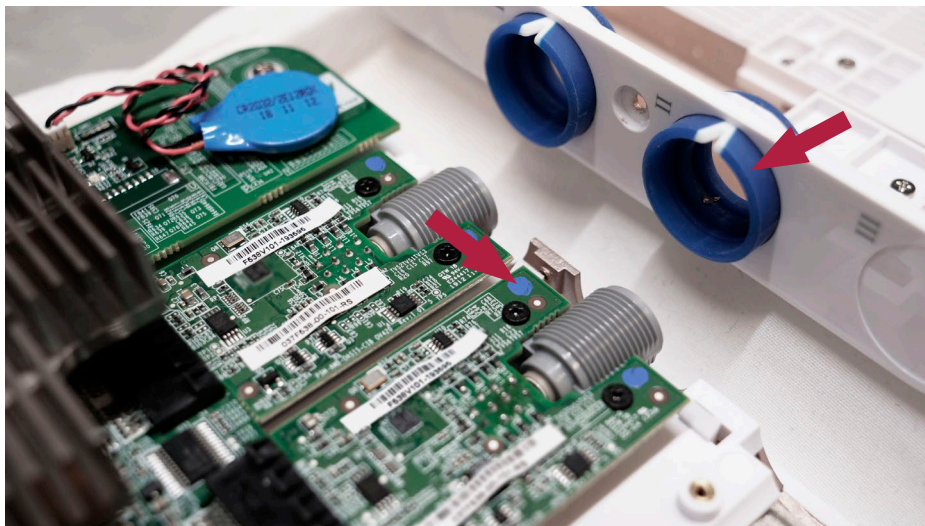

Figura 19 A indicação de cor na placa VDI deve corresponder ao anel colorido
- f) **Certifique-se de que o anel colorido é da mesma cor que a indicação na placa VDI (ver a Figura 19)**
Quando voltar a montar a caixa traseira, verifique se os pontos coloridos nas placas VDI (Figura 19) coincidem com as cores dos anéis coloridos em que são colocados.